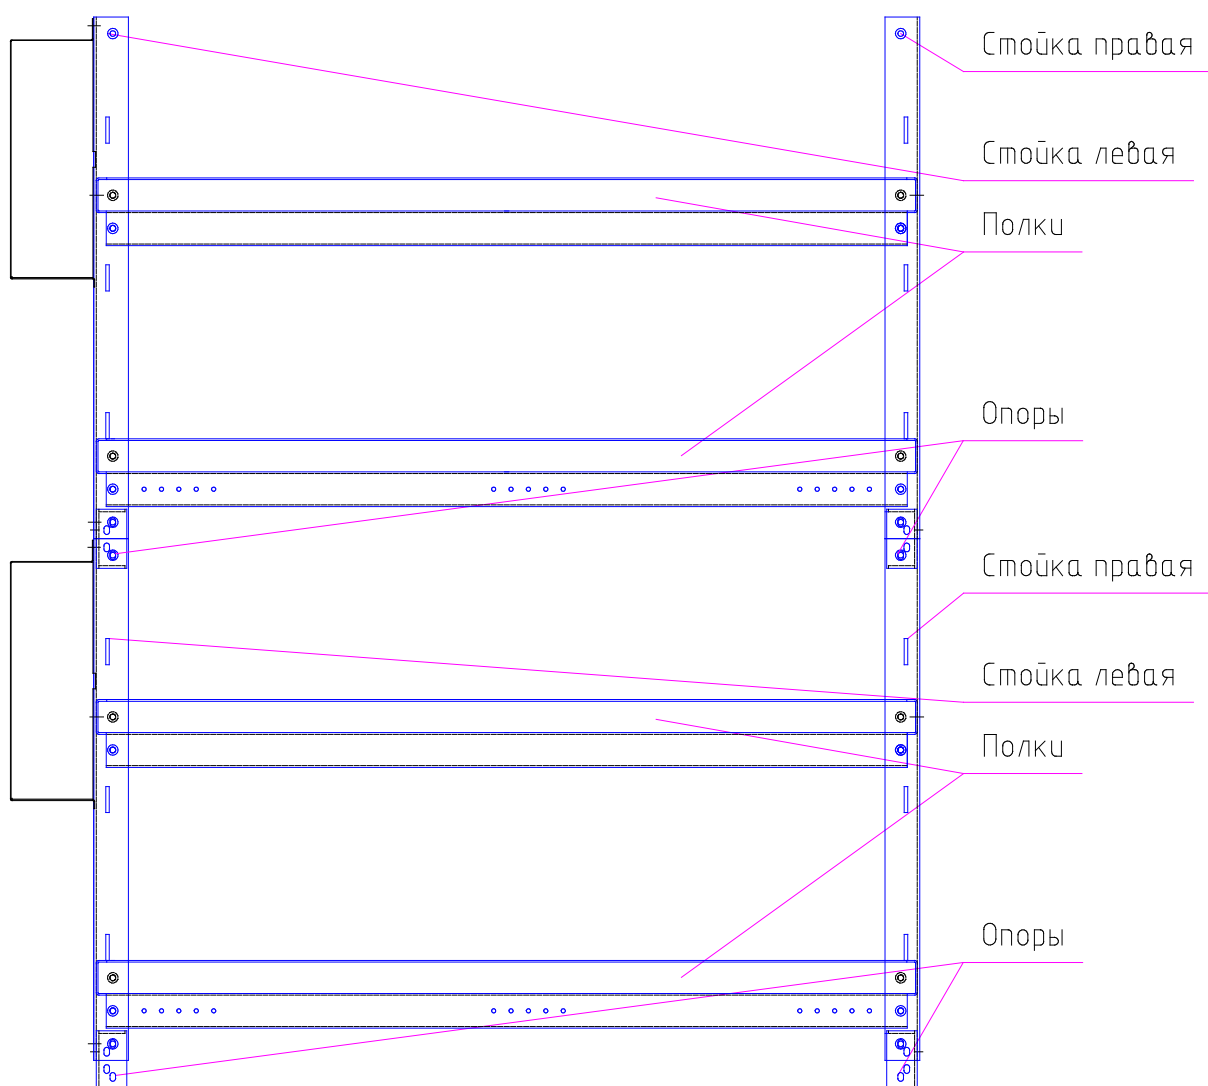

Рисунок 4.5 – Вид двух собранных и соединенных стеллажей MBS-01
4.9 Для масштабирования стеллажей в высоту необходимо после пункта 4.3 закрепить опоры верхнего стеллажа на стойках нижнего (рисунок 4.5).